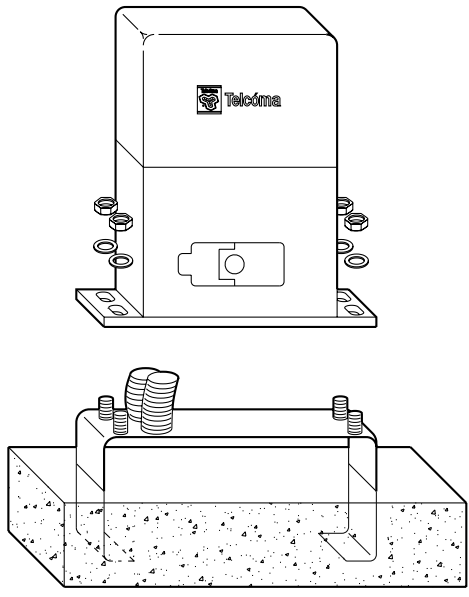

Fig. 1 / Abb. 1
Fissare la piastra di ancoraggio in dotazione sulla contropiastra di fondazione con i dadi forniti e registrare la posizione del motoriduttore agendo sulle asole della contropiastra (Fig. 1).
Fixer, en utilisant les écrous fournis, la plaque d'ancrage en dotation sur la contre-plaque de fondation; régler la position du motoréducteur en agissant sur les fentes de la plaque même (Fig. 1).
Fijar la plancha de anclaje, que viene con el equipo, sobre la contraplancha de fundación con las tuercas y registrar la posición del motorreductor actuando sobre las ranuras de la misma plancha (Fig. 1).
Fix the supplied anchoring plate to the foundation plate with the nuts provided and adjust the position of the gearmotor by means of the slots in the same plate (Fig. 1).
3. Die Kabelschienen und die Fundamentgegenplatte nach Überprüfung der horizontalen Ausrichtung in den Beton einlassen. Die mitgelieferte Verankerungsplatte auf der Fundamentgegenplatte mit Hilfe der mitgelieferten Mutter befestigen und die Position des Getriebemotors durch Betätigung der Löcher der Platte selbst ausrichten (Abb. 1).
3. Controleer of de kabelgoten en de tegenfunderingsplaat volledig horizontaal liggen en dek ze vervolgens met beton af. Maak de meegeleverde verankeringsplaat met de meegeleverde moeren op de tegenfunderingsplaat vast en stel de positie van de motorreductieaandrijving af met behulp van de gleuven die in de plaat zitten (Fig. 1). Zorg ervoor dat er altijd 2 mm speling tussen de tandheugel en het tandwiel zit zodat het gewicht van het hek geen belasting voor de motorreductieaandrijving vormt.